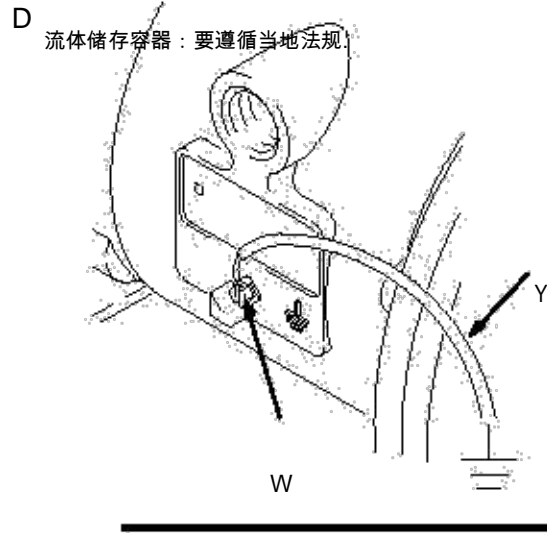

Fig. 1
**D** 泵：连接一根地线如图1所示将其锁紧。松开接地螺丝（W）将最小面积为1.5mm2地线（Y）的一段嵌入到螺丝的后边 并将螺丝锁紧。地线和紧固装置的序列号为：819.0157.